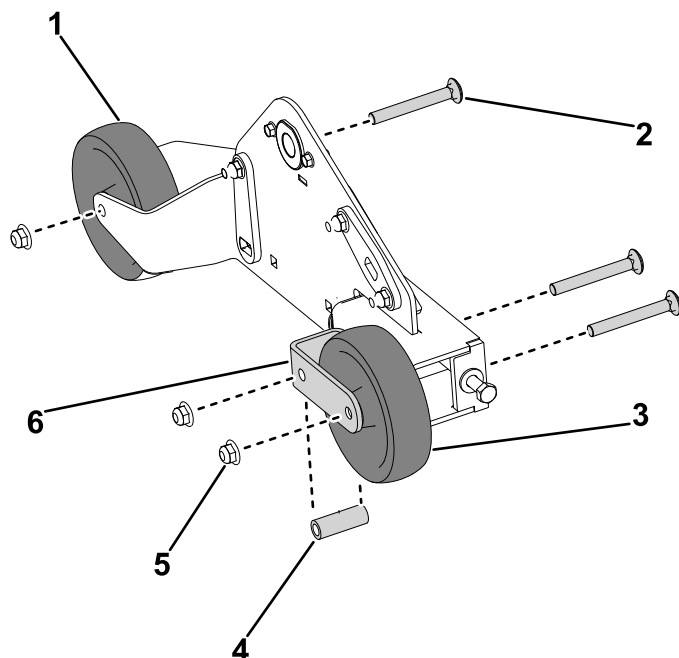

Рисунок 30
6. Подсоедините сохраненную вилку опорного катка к опоре гусеницы, закрепите, не затягивая, при помощи каретного болта ($\frac{3}{8}$ x 3 дюйма) и контргайки ($\frac{3}{8}$ дюйма) (Рисунок 30).
7. Подсоедините сохраненный правый опорный каток к вилке опорного катка и опоре гусеницы, закрепите, не затягивая, при помощи каретного болта ($\frac{3}{8}$ x 3 дюйма), втулки натяжителя и контргайки ($\frac{3}{8}$ дюйма) (Рисунок 30).
8. Подсоедините левый опорный каток к опоре гусеницы, закрепите при помощи каретного болта ($\frac{3}{8}$ x 3 дюйма), втулки натяжителя и контргайки ($\frac{3}{8}$ дюйма) (Рисунок 30).